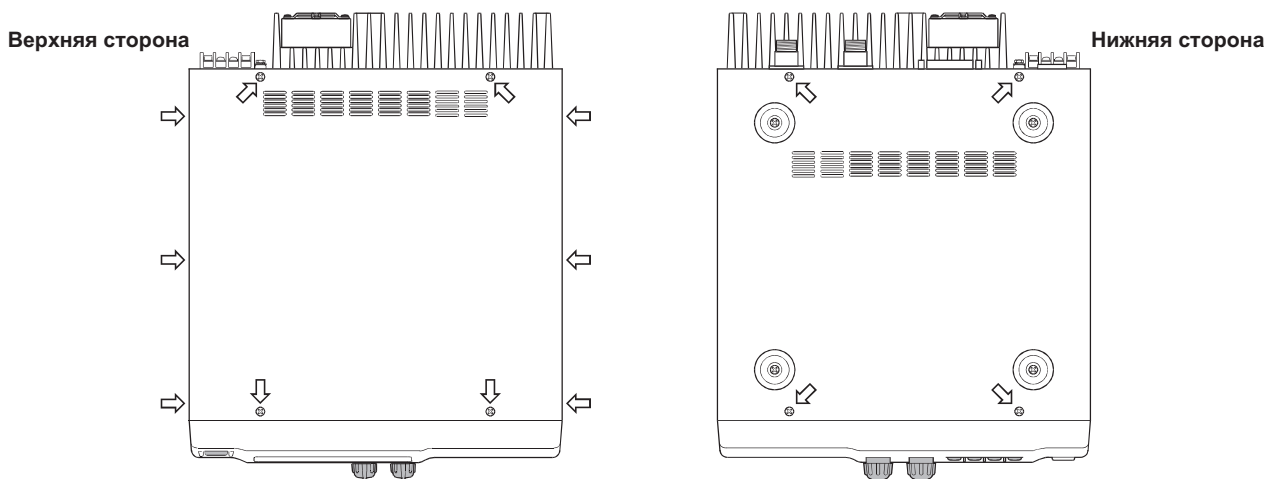

Рис. 1
1. Отверните 14 винтов, крепящих нижнюю и верхнюю крышки ретранслятора, и снимите крышки (Рис. 1).